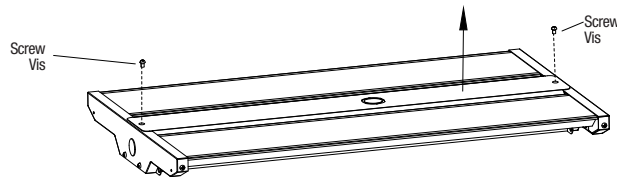

Fig. 1
1. Remove the driver cover by unscrewing the two screws (Fig. 1).
1. Retirer le couvercle du contrôleur de DEL en dévissant les deux vis (Fig. 1).